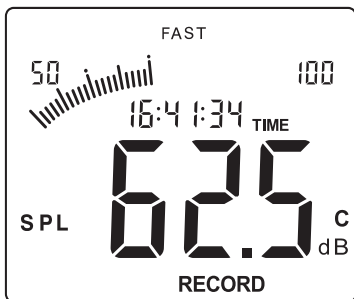

Figura 17
1. Pressione e mantenha a tecla “**F/S/RECORD**” pressionada por aproximadamente 2 segundos. O display mostrará o numeral “1”. Em seguida, utilize as teclas “**▼**” ou “**▲**” para ajustar o intervalo de gravação desejado. Por fim, pressione novamente a tecla “**F/S/RECORD**” para concluir o ajuste e começar a registrar as medições, indicação “**RECORD**” permanecerá piscando no display durante a gravação. Para interromper o processo, pressione novamente a tecla “**F/S/RECORD**” com um toque simples, conforme ilustrado na figura 17.